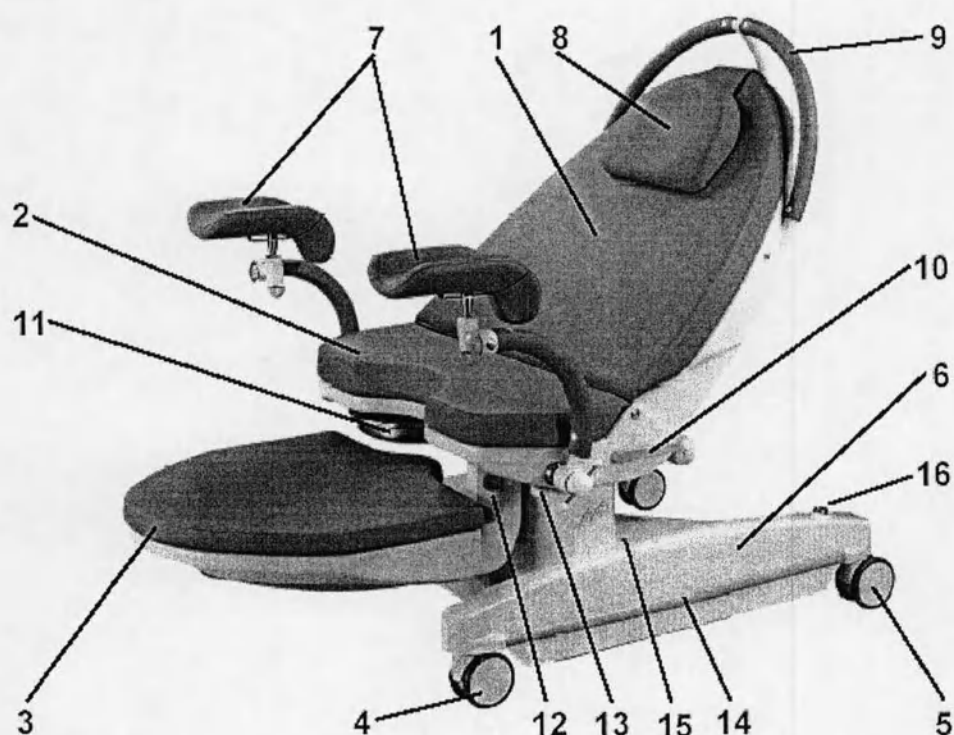
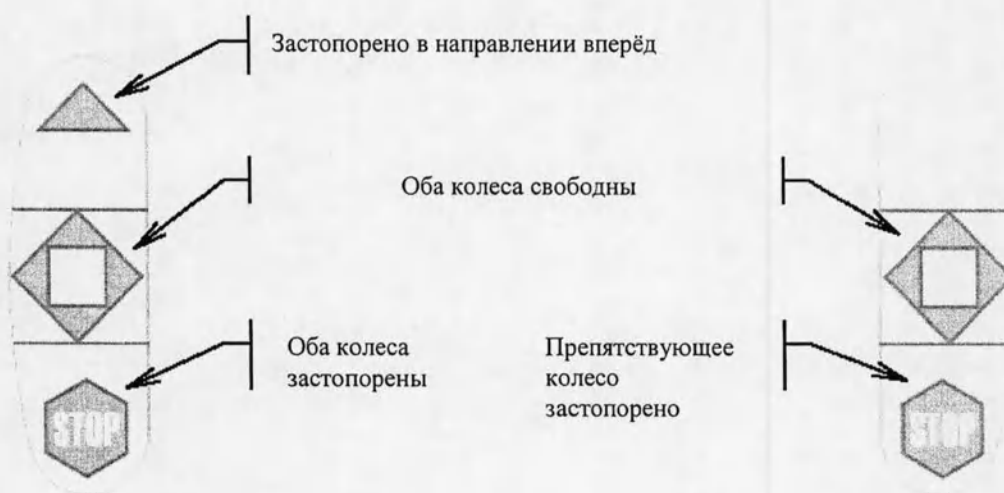

Рис. 1. Перечень деталей кровати для рожениц
Рис. 2. Блокировка
- вперёд: переднее колесо (позиция 4 на рис. 1) застопорено в направлении вперёд, колесо под спинкой (позиция 5 на рис. 1) освобождено и вращается на своей оси. Значение символов для педали управления показано на рис. 2.